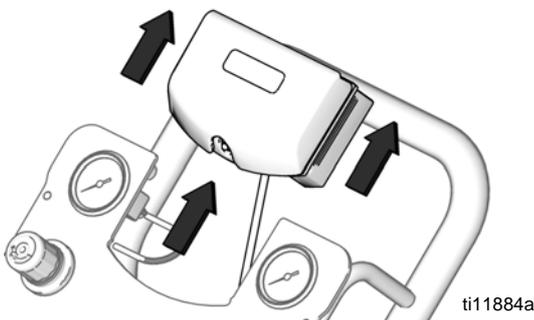

FIG. 12. Extracción del módulo DataTrak
- Retire el módulo DataTrak de la ménsula. Consulte la FIG. 12. Lleve el módulo y el cable conectado a una ubicación no peligrosa.